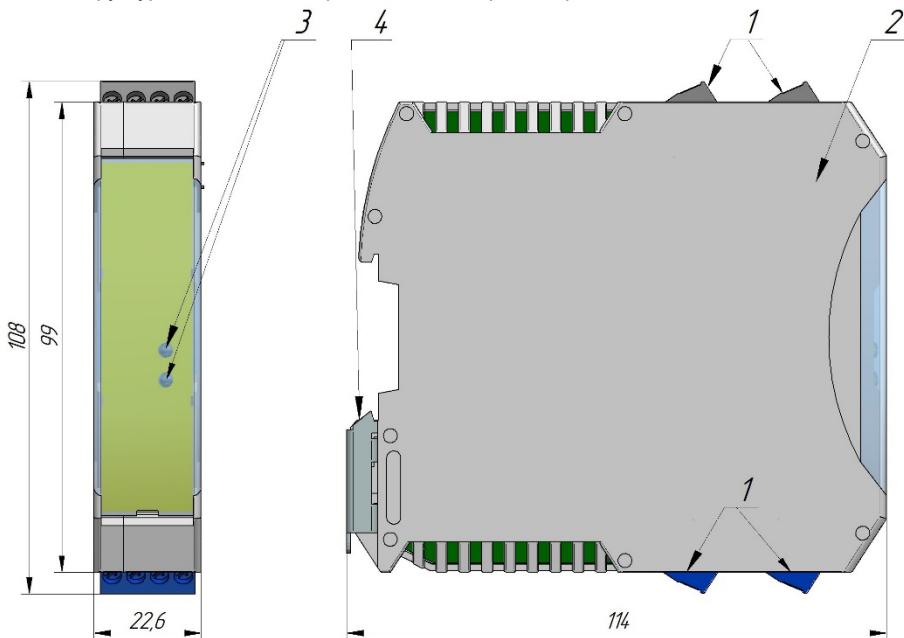

Рисунок 1 – Внешний вид и габаритные размеры РБК
3.9 Внешний вид и габаритные размеры реле безопасности РБК представлены на рис. 1. Реле безопасности состоит из корпуса (2), замка для крепления на DIN-рейку (4), клемм «под винт» (1) для подключения питания, входных устройств и нагрузки. На передней панели размещены индикаторы (3) питания, состояния выходных контактов.